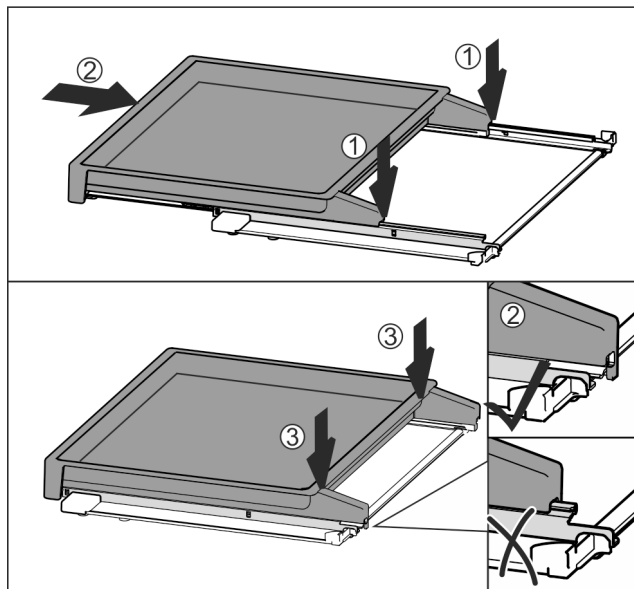

Fig. 51
- ▶ Appoggiare centralmente sulle guide Fig. 51 (1).
- ▶ Spingere completamente il ripiano estraibile Fig. 51 (2).
- ▶ Premere sul lato posteriore fino ad avvertire l'innesto Fig. 51 (3).